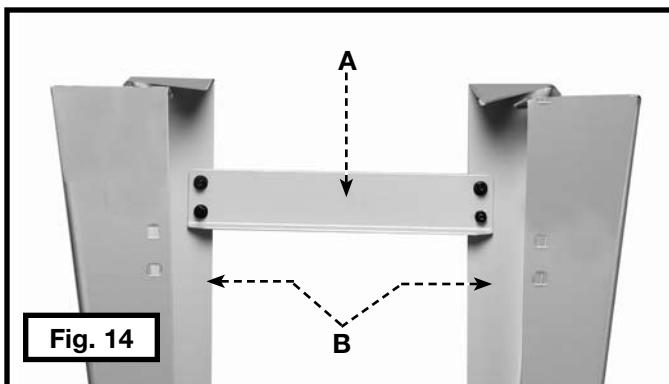

Fig. 14
14. Aligner les quatre trous de la traverse courte (A) fig. 14, avec ceux des deux pattes (B).